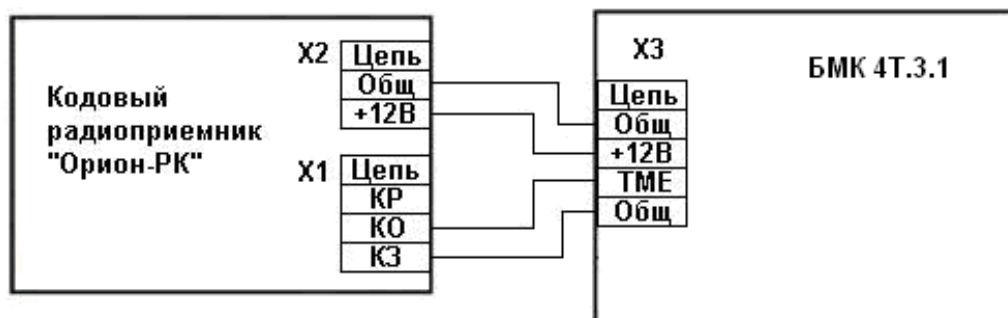

Рисунок 2 – Схема подключения кодового радиоприемника «Орион-РК»
6.10 При необходимости управления прибором с помощью радиокомплекта «Орион-РК» подключить кодовый радиоприемник радиокомплекта к прибору согласно рис. 2 (поставляется по отдельному заказу). В таком случае прибором нельзя будет управлять с помощью ключей Touch Memory.